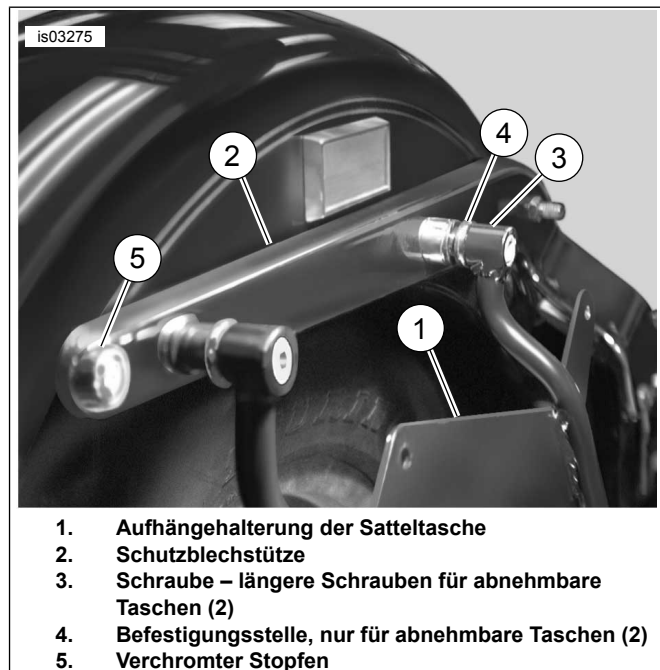

Abbildung 9. Aufhängehalterung der Satteltasche einbauen
- Siehe Abbildung 9. Die Aufhängehalterung der Satteltasche (1) mit zwei Schrauben (3) und der Original-Stehbolzenplatte an der Schutzblechstütze (2) und am Schutzblech befestigen.
- Falls Befestigungsstellen-Ausrüstung verwendet wird, müssen die Befestigungsstellen (4) zwischen Schutzblechstütze und Aufhängehalterung der Satteltasche eingebaut werden.
- Den Chromstopfen (5) aus dem Verdrahtungsteilesatz im Loch anbringen, um die ursprüngliche Befestigungsstelle des Blinkers abzudecken.